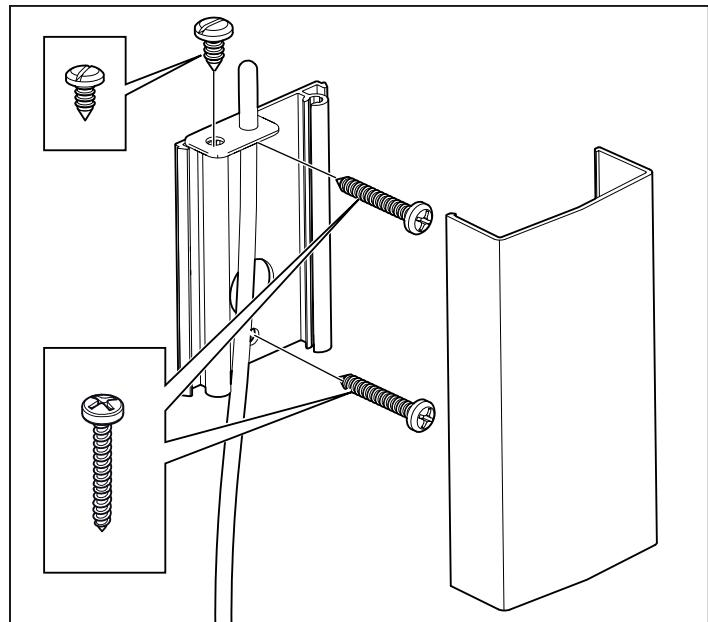

Afb. 8: De printplaat
3. Sluit de elektrakabel (1) aan op de aansluitstrook (2) (zie afb. 8), volgens het koppelschema (zie Aansluiting/koppelschema, pagina 41).
4. Trek de kabels voor het bedieningspaneel en de temperatuursensor door de kabeldoorvoeringen (3). Sluit de kabel van het bedieningspaneel (4) aan op een van de vier RS485-stekkers (positie 5-8) (5) (zie afb. 8), volgens het koppelschema (zie Aansluiting/koppelschema, pagina 41).
5. Sluit de kabel van de sensor (6) aan op het NTC-contact op de printplaat (positie 1) (5) (zie Aansluiting/koppelschema, pagina 41), volgens het koppelschema (zie Aansluiting/koppelschema, pagina 41).
6. Sluit de eventuele verlichtingskabel aan (7) zie afb. 8, pagina 39 op de aansluitstrook (8) volgens het koppelschema van afb. 11, pagina 41.